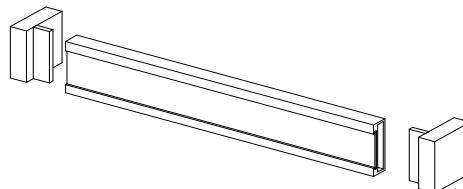

Рис.5
- Рис.5 Рекомендуется изделие закрепить к стене, для этого установить на крышке шкафа уголки поз.082 и закрепить их шурупами 4x16 (крепеж к стене в комплект фурнитуры не входит и приобретается отдельно в зависимости от типа стены).